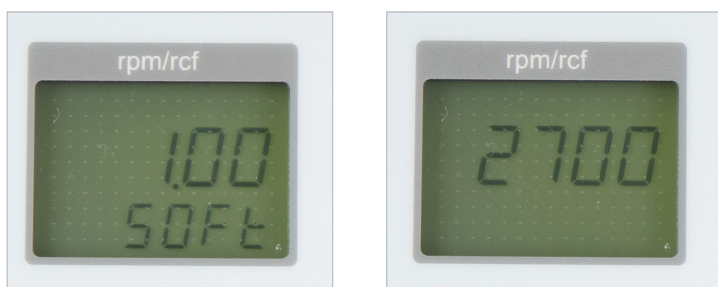

Figura 2
Para ello, abra la tapa de la centrífuga y apague el interruptor principal. A continuación, vuelva a encender el interruptor principal. Durante aprox. 3 segundos, aparecerá en la pantalla la versión actual del software y el tipo de equipo (ver figura 2). En este intervalo, pulse simultáneamente las teclas "time" (3) y "lid/stop" (9) (ver figura 3).